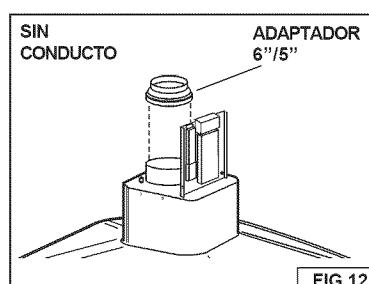

FIG. 12
1. Deseche el casquillo de descarga de plástico suministrado con la campana. Monte el adaptador de 5" o 6" (incluido en el kit de recirculación sin conducto) sobre la descarga del soplador. Fig. 12.